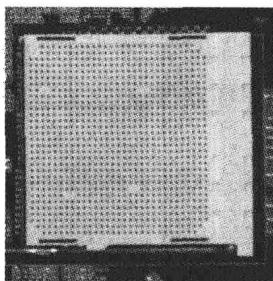

图 1-7 Socket939 接口
(7) Socket939 接口比 Socket754 多出很多引脚的主要原因在于其集成了 128 位的双通道内存控制器，以取代以前的单通道 64 位内存控制器。特别值得一提的是，尽管 Socket939 的引脚数与 Socket940 只相差一根，但它并不是由 Socket940 接口在某一个位置减少一根引脚而得来的。Socket939 Athlon 64 中集成的内存控制器与 Athlon FX、Opteron 中的内存控制器一个最大区别是，前者可以支持普通的非校验内存条，这是一个相当大的优势，可以让整个系统更加便宜（非校验内存价格便宜），运行速度快（非校验内存的延时比较短）。Socket940 相对于 Socket939 而言，多出来的一根引脚用来同步几个并行工作的处理器。Socket939 支持 Athlon 64 和 Athlon 64 FX 系列 CPU，如图 1-7 所示。